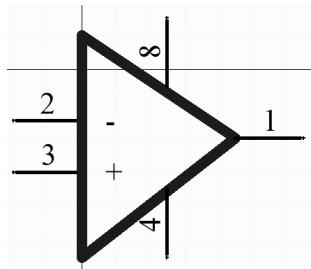

图 3-25 绘制元件的第一个子部件
(3) 先在 Part A 里绘制第一个部件，单击原理图绘制工具栏中的“放置多边形”按钮 ，光标变成十字形状，在原理图库编辑器的原点位置绘制一个三角形的运算放大器符号。
(4) 放置引脚，单击原理图符号绘制工具栏的“放置引脚”按钮 ，光标变成十字形状，并带有一个引脚图标。移动该引脚到运算放大器符号边框处，单击完成放置。用同样的方法，放置其他引脚在运算放大器三角形符号上，并设置好每一个引脚的属性，如图 3-25 所示。这样就完成了第一个部件的绘制。